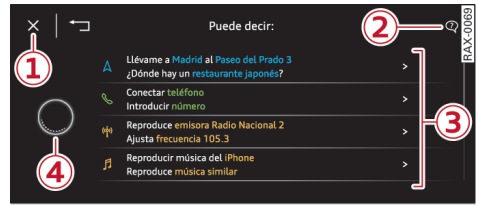

Fig. 18 Pantalla central: Sistema de manejo por voz
- Para desactivar el sistema de manejo por voz, mantenga pulsada en el volante multifunción la tecla «» durante más tiempo, diga **Cancelar** o pulse en ① ⇒ fig. 18.
- Para desactivar el sistema diga **Cancelar** o mantenga pulsada en el volante multifunción la tecla «» durante varios segundos, o bien pulse en ① ⇒ fig. 18.